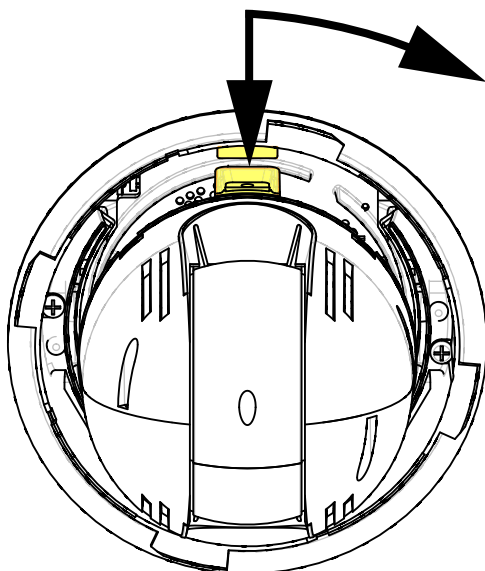

Figure 4.12 Installation du module caméra et de la sphère
2. Faites tourner la sphère dans le sens horaire jusqu'à ce qu'elle se bloque. Reportez-vous à la Figure 4.12, Page 77.